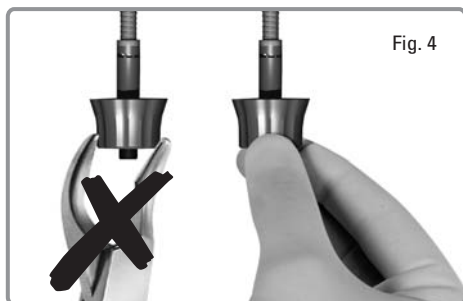

Fig. 4
- Verwenden Sie keine Instrumente wie Zangen oder Schraubschlüssel zur Verschraubung des SinCrest-Geräts im Knochenbohrloch (siehe Abb. 4).